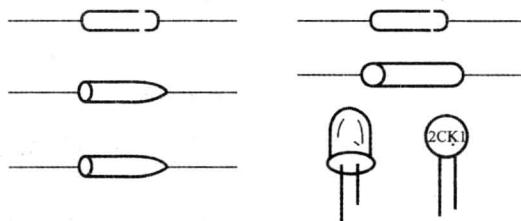

图 1-3 几种常见二极管外形
(1) 在 PN 结的 P 区和 N 区各接一个电极,再进行外壳封装并印上标记,就制成了一只二极管。图 1-3 是常见的几种二极管外形,都是由电极(引脚)和主体部分构成。主体内部就是一个 PN 结,一般只能看到 PN 结封装后的外形。